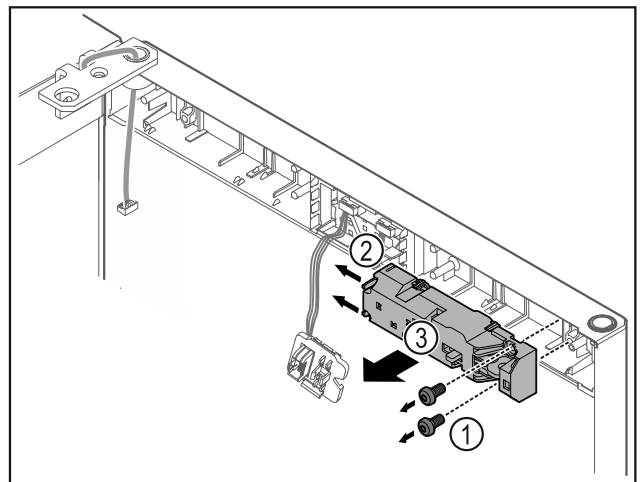

Fig. 18
- Retirer les vis Fig. 18 (1).
- Pousser les ergots sur le côté Fig. 18 (2) et retirer la serrure électrique Fig. 18 (3).